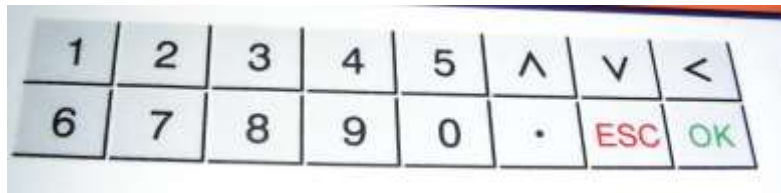

图 3 按键
- 4) 右下方展示了仪器的面板键盘，接盘结构如图 3 所示，详细的按键功能如下。